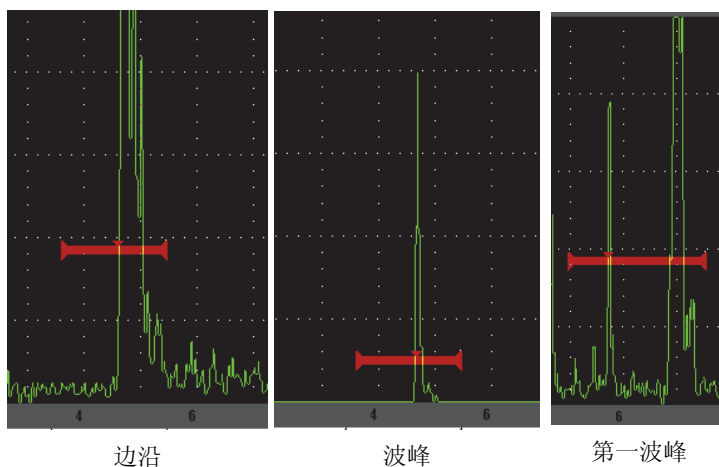

图 2-12 边沿、波峰和第一波峰模式下的测量触发点
- **Peak**（波峰）：基于闸门内的最高波峰采集测量读数（波峰无需穿出闸门阈值）（参见第 42 页的图 2-12）。
- **1stPeak**（第一波峰）：基于第一个穿出闸门阈值的波峰采集测量读数（参见第 42 页的图 2-12）。
- **Edge**（边沿）：基于闸门内信号的第一个穿出点位置采集测量读数（参见第 42 页的图 2-12）。